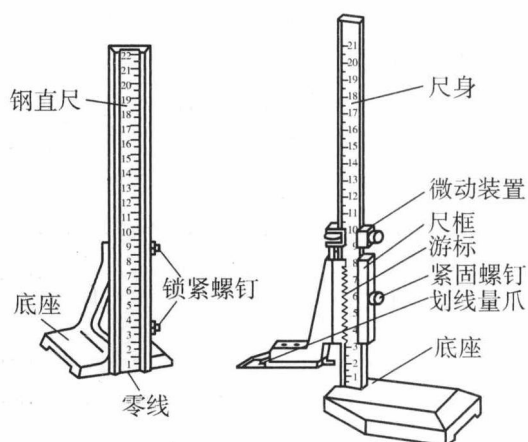

图 13 高度游标尺
(6)高度游标尺。高度游标卡尺既是精密量具之一,其上又附有划线量爪,可用于半成品上已加工表面的划线,但不能划毛坯,如图 13。